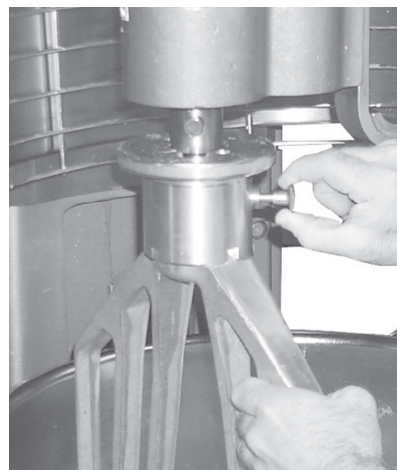

Fig. 3
3. Sujete el batidor y tire de su émbolo (Fig. 3). Deslice el batidor hacia abajo por su eje.